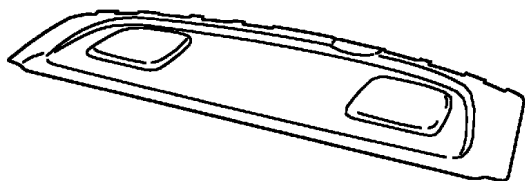

図5-1
1. リアシート後ろのリアパーセルシェルフフィニッシャーに減衰力調整ケーブル用のφ10の穴を開けてください。（図5-1）
4. リアパーセルシェルフフィニッシャーを車両に取付け、穴にケーブルを通してください。（図5-1）